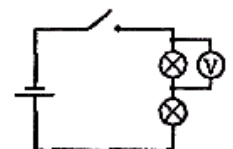

Рис. 26.2
2. Подключите вольтметр параллельно одной из ламп (рис. 26.2) и измерьте напряжение U_1 на ней.